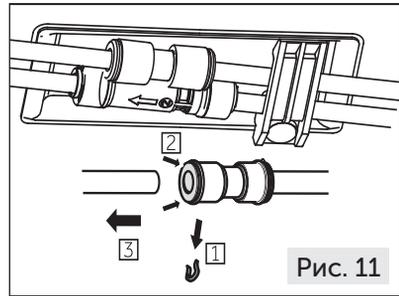

Рис. 11
1. Отсоедините левую сторону двух водопроводных муфт, расположенных в переднем левом углу в нижней части прибора: нажмите и удерживайте муфту, как показано на рисунке, и снимите трубку для подачи воды. (рис. 11).